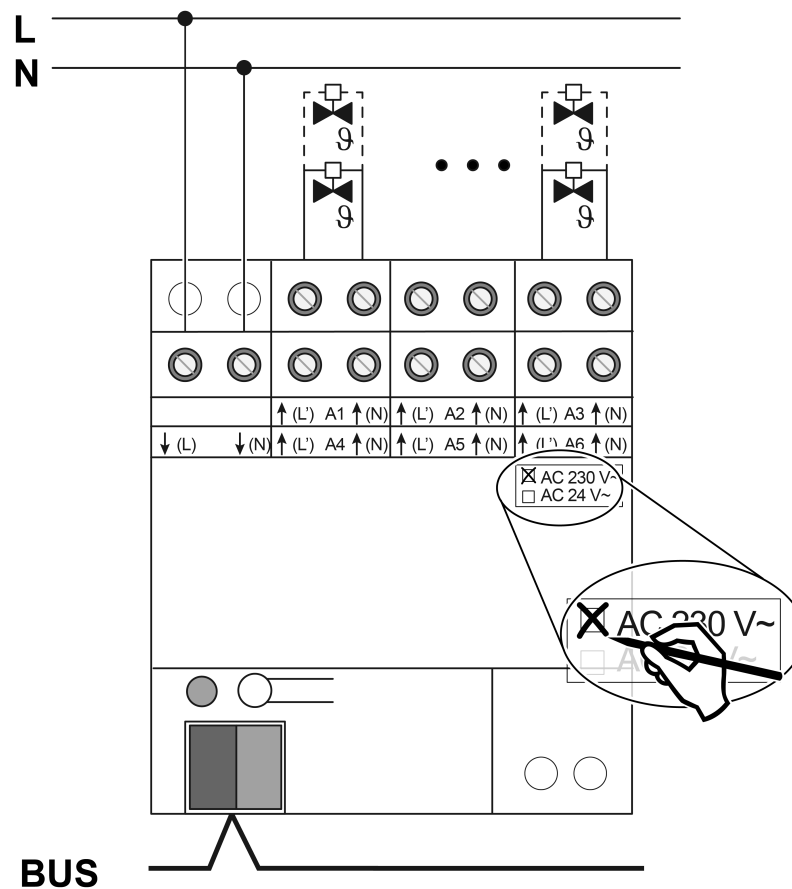

Bild 2: Anslutning ställmotorer 230 V
- Anslut ställmotorer typ AC 230 V enligt anslutningsschemat (se bild 2).